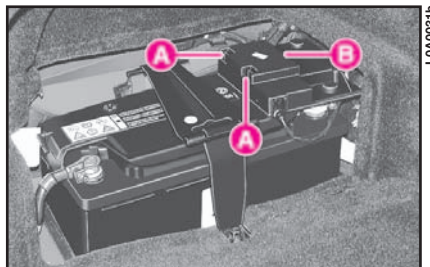

fig. 2
4) Premere sulle alette A (fig. 2) e rimuovere il coperchio B.